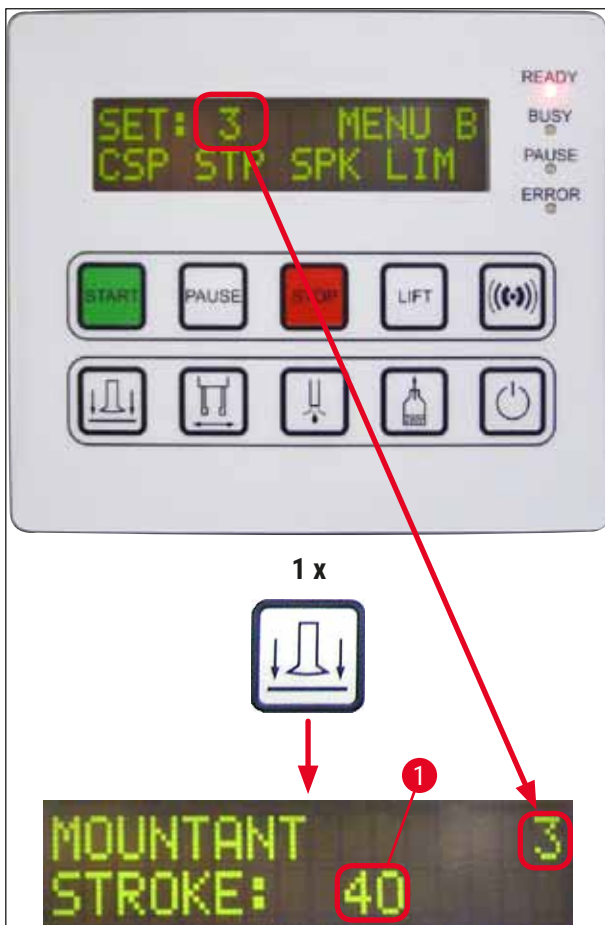

Fig. 40
1. Pentru a modifica lungimea cursei mediului de aplicare a lamei de acoperire (STK), apăsați butonul **RELEASE COVERSLIP** (ELIBERARE LAMĂ) (→ Fig. 40).